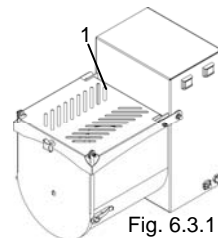

Fig. 6.3.1
- Oberes Gitter hochheben "1" Abb. 6.3.1.